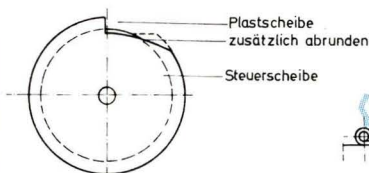

Bild 7
- die ausgestanzte Fläche der einzelnen Scheiben in Drehrichtung runden. Diese Ausstanzung soweit vergrößern, daß die darunterliegende Plastscheibe sichtbar wird (Bild 7).